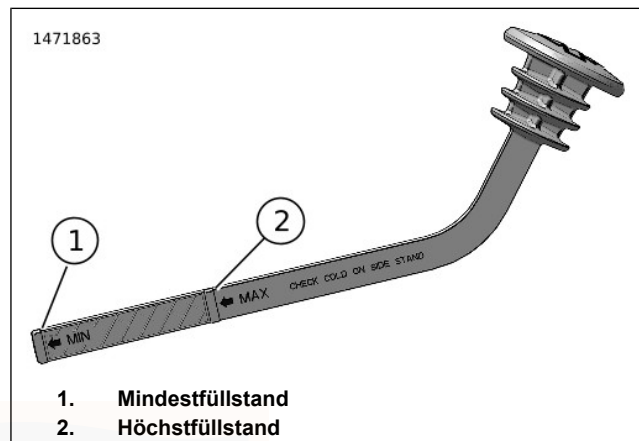

Abbildung 77. Kühlmittel-Einfüllverschlussstopfen/Messstab
4. Siehe Abbildung 77. Überprüfen, dass der Kühlmittelstand an der „MAX“-Linie (2) liegt.